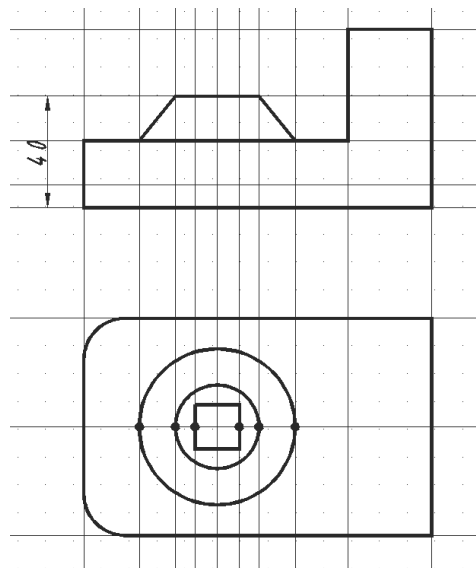

Рисунок 7.6
6. Провести нескінченні прямі (опція – Вер) через зазначені точки на допоміжному шарі і одну пряму з відступом = 40, рис. 7.6.
7. Виконати обведення контуру кінчної бобишки, рис. 7.6.